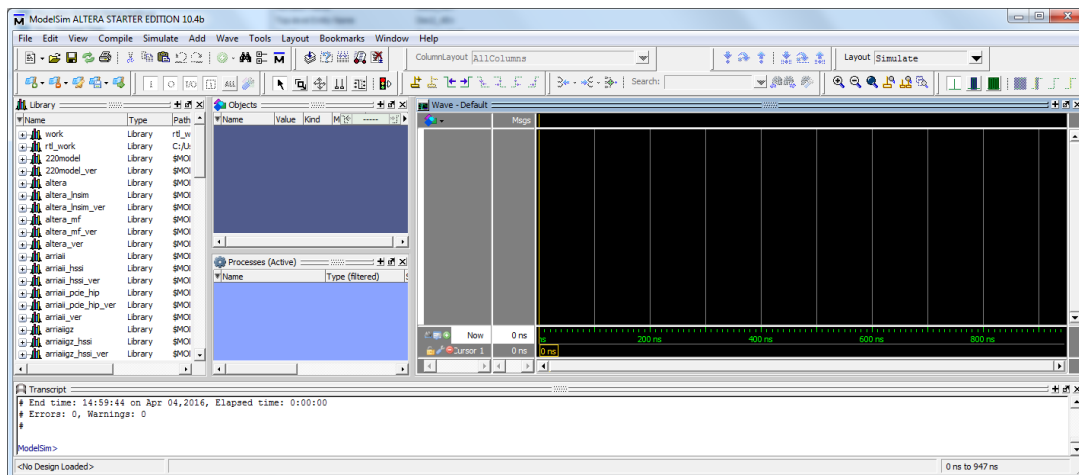

Figura 4 – Aspetto inicial da janela da ferramenta de simulação “ModelSim Intel FPGA Starter Edition”.
7. Quando executada, a ferramenta de simulação “ModelSim Intel FPGA Starter Edition” deve apresentar o aspeto ilustrado na Figura 4. Caso a janela “Wave” (destinada ao desenho das formas de onda) não apareça, poderá ativá-la através do menu “View → Wave”.